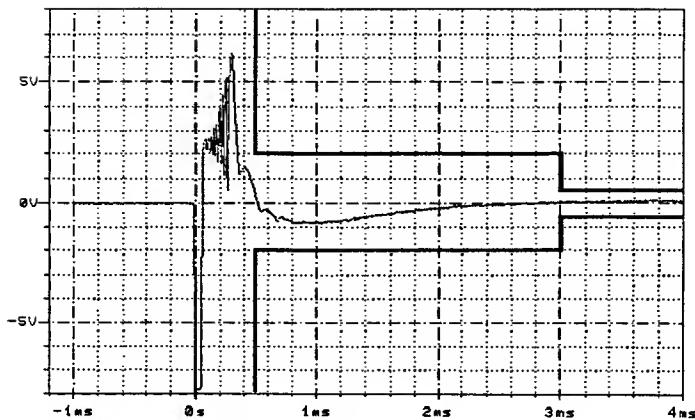

Abbildung 1
- Die Spannungsänderung am Ausgang des Phasendetektors darf sich bis 500 us nach Baugruppenstrobe nur noch um maximal 2V ändern. Nach 4ms muß die Änderung  $< 0.5\text{V}$  sein. Es ergibt sich ein Spannungsverlauf wie in Abbildung 1.